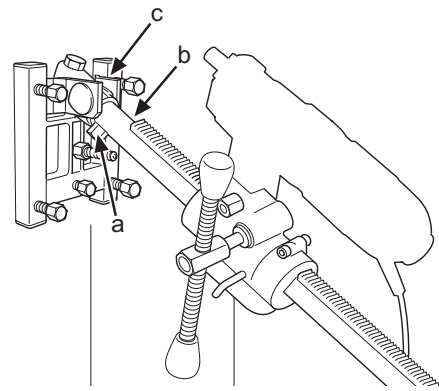

Fig.12
2. La columna de perforación se monta en el soporte angular de la placa base. Apretar los dos tornillos de fijación (a y b) con una llave de 24 mm. (Fig. 12). Girar la caja de alimentación 180° y montarla de nuevo en la columna de perforación. La perforadora se monta en la fijación rápida.
3. Ajustar la inclinación de perforadora deseada con la tuerca (c) (fig.12) y una llave de 30 mm.
**(PT) Perfuração em paredes, fixação de expansão**
2. A coluna de perfuração é montada no suporte angular da placa base. Apertar os dois parafusos de fixação (a e b) com a chave de 24 mm. (Fig. 12). Rodar a caixa de alimentação 180° e montá-la novamente na coluna de perfuração. A perfuradora é montada na fixação rápida.
3. Ajustar o ângulo de perfuração desejado com a porca (c) (Fig. 12), com a chave de 30 mm.
**(GB) Drilling in walls, expander fastening**
2. The drill column is mounted on the base plate's angle bracket. Tighten the two locking screws (a and b) with a 24 mm spanner. (Fig.12). The feed housing is turned 180° and refitted on the drill column. The drilling machine is refitted in the quick-action attachment.
3. Set the required drilling angle using nut (c) (Fig.12) with a 30 mm spanner.
**(GR) Διάρθρωση σε τοίχο, ασφαλιστικό υποστήριγμα διαστολής**